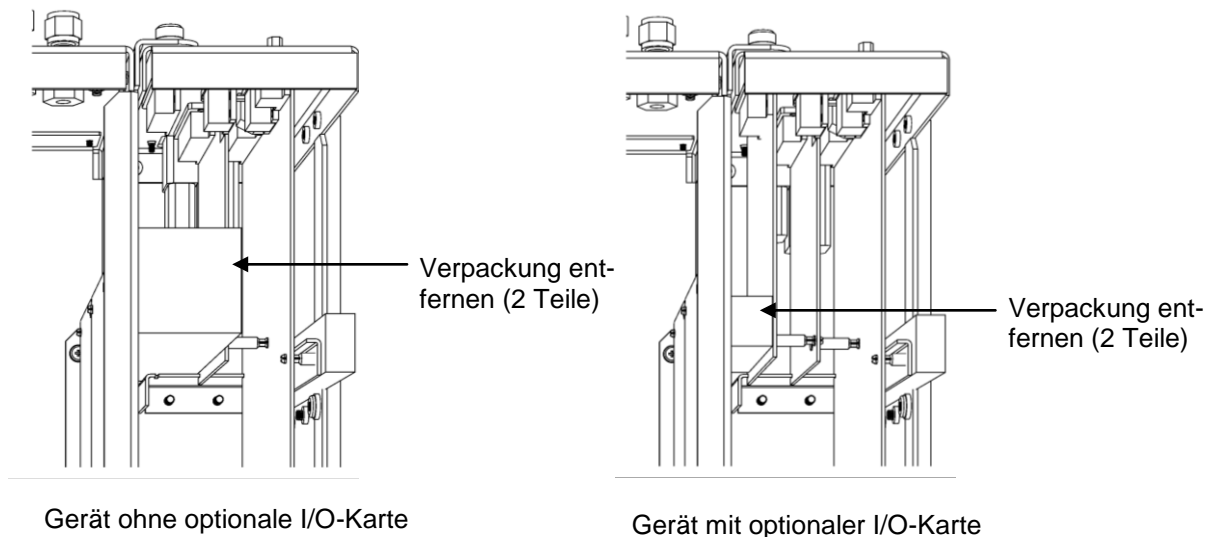

Abb. 2-1. Verpackungsmaterial entfernen
3. Nehmen Sie das Verpackungsmaterial aus dem Messgerät heraus (Abb. 2-1).